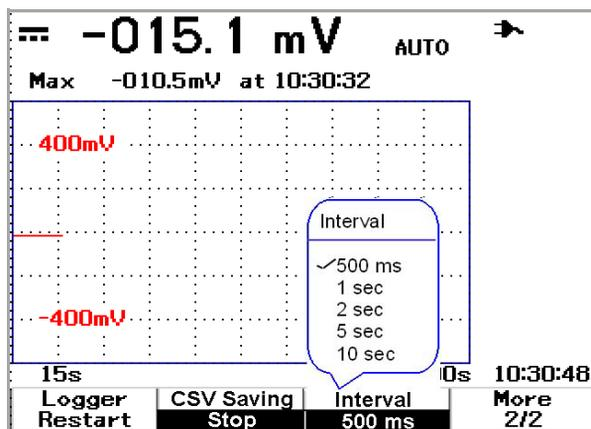

Figura 5-4 Configuración del intervalo
- 4 Para cambiar los ajustes del intervalo, presione F3 varias veces para desplazarse por la lista y realizar la selección (consulte la Figura 5-4 a continuación).